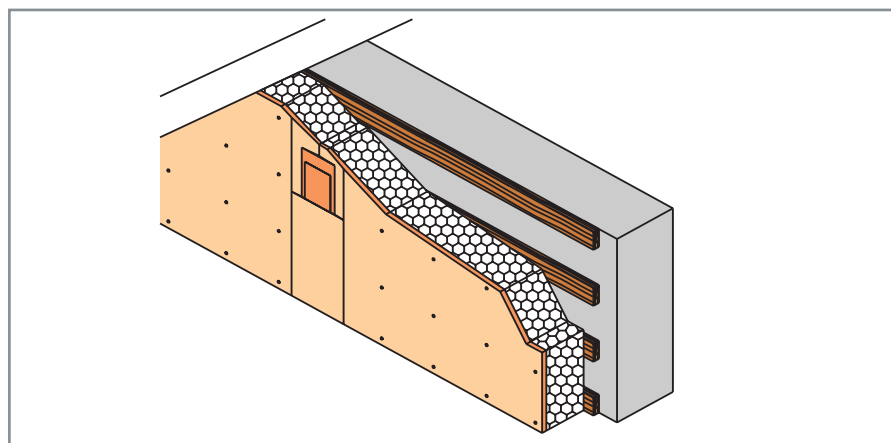

Fig. 8 Pose « perpendiculaire »
- pose perpendiculaire : la plus grande dimension du panneau disposée perpendiculairement aux lignes des supports (fig. 8).